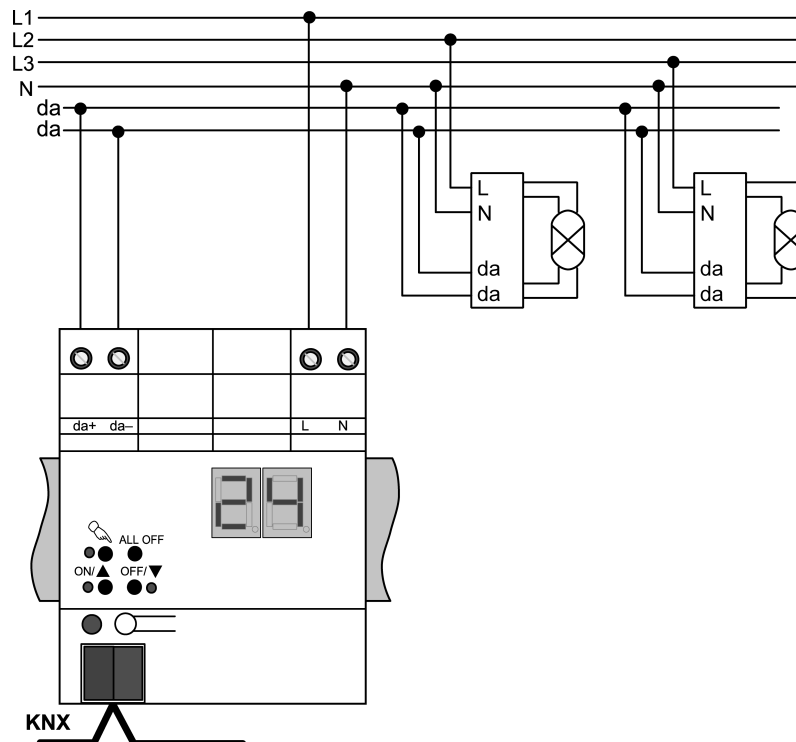

Bild 2
- Gerät gemäß Anschlussbeispiel anschließen (siehe Bild 2).